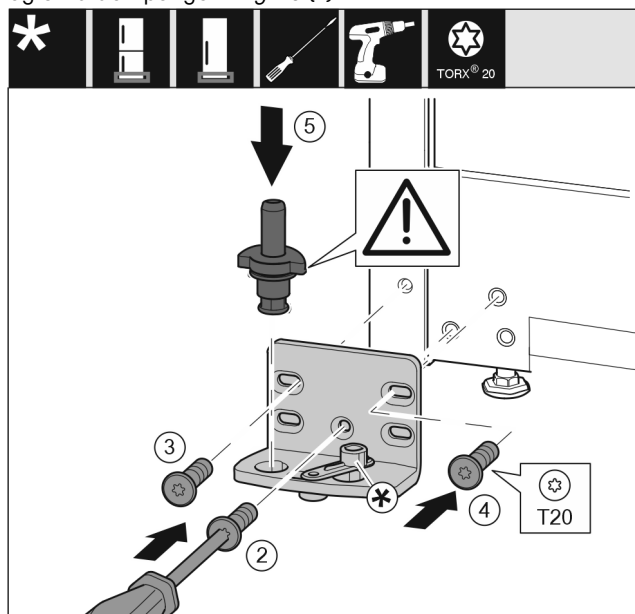

Fig. 14
- ▶ Sæt hængselkonsollen på i den anden side, og skru den fast med en skruetrækker T20. Begynd med skruen 2 forneden i midten. Fig. 14 (2)
- ▶ Stram skrueene 3 og 4. Fig. 14 (3,4)
- ▶ Sæt hængselboltens helt i. Sørg i den forbindelse for, at låsekammen vender bagud. Fig. 14 (5)